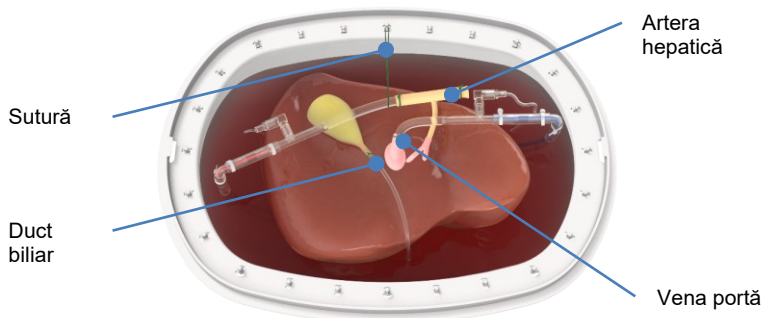

Figura 27 Canularea arterei hepatice și a venei porte
- Pentru a conecta ficatul donatorului la setul de perfuzie Liver Assist [REF 11.401], este necesară canularea venei porte și a arterei hepatice (Figura 27)
- O sutură poate fi atașată la marginea rezervorului și a canulelor, pentru a asigura poziționarea corectă a canulelor și pentru a obține o perfuzie optimă (Figura 27).